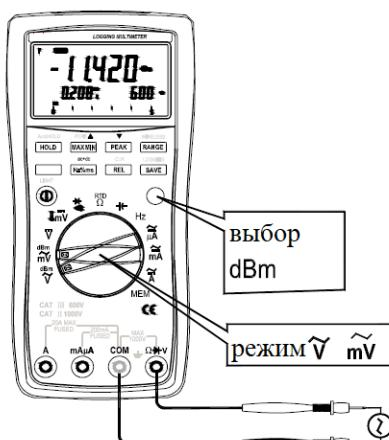

Рис. 13 Режим измерения уровня перем. сигнала (dBm)
2. Нажать **синюю клавишу**, чтобы выбрать функцию измерения **dBm**/дБм. На главном экране отображается значение уровня сигнала в дБм, на первом вспомогательном экране (ниже) - переменное напряжение, а на втором вспомогательном экране – значение входного импеданса (рис.13).